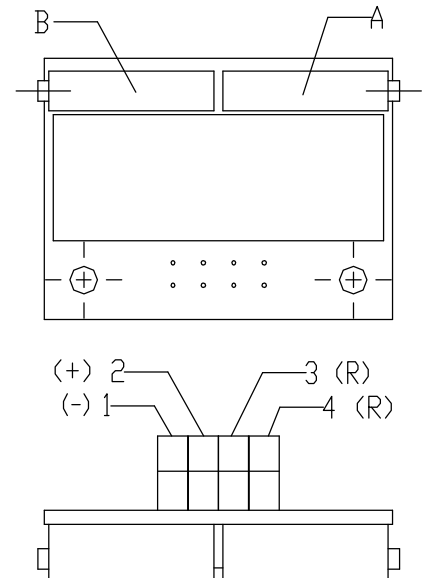

Рис.6
4.3.1 EPV - 2-проводниковое включение (рис.6)
- Установите датчик сопротивления на основании инструкций в предыдущей главе так, что величину сопротивления измеряйте на клеммах R-R (рис.6). (*употреблен датчик с сопротивлением 100Ω*).
- Поворачиванием устанавливающего триммера А (рис.6) установите величину выходного сигнала тока, измеряемого на клеммах 81-82, на величину 4 мА.
- Поворачиванием устанавливающего триммера В (рис.6) установите величину выходного сигнала тока, измеряемого на клеммах 81-82, на величину 20 мА.